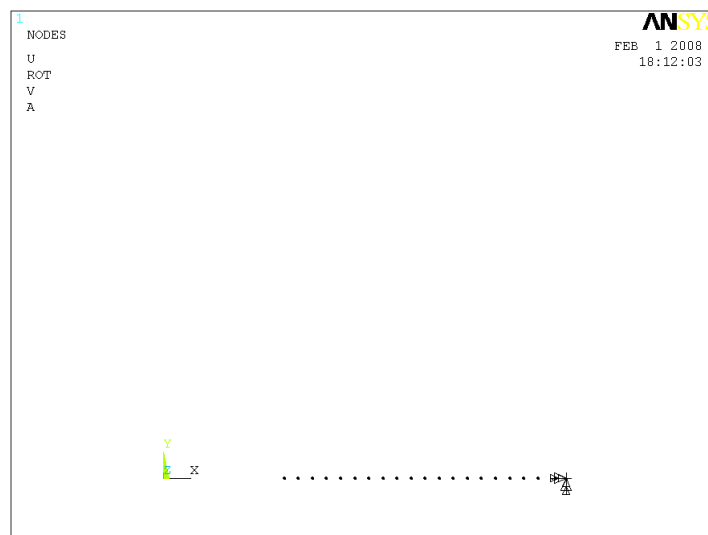

Рисунок 70. Результат выбора узловых точек линии L8
6. Нажать кнопку **OK** (Рисунок 70).